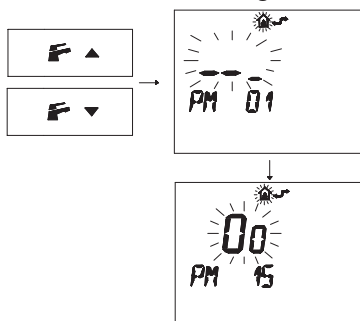

Figura 5.11
- Premere i pulsanti  o  per visualizzare la programmazione "PM15" abilitazione della sonda esterna (Figura 5.11).